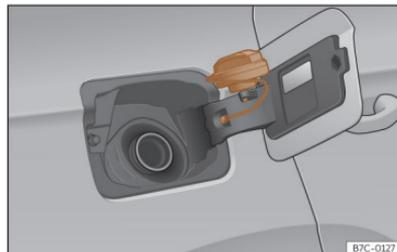

Fig. 176 Tapa del depósito con el tapón encajado.
- Colóquelo en el espacio que hay en la bisagra de la tapa abierta >>> **fig. 176**.